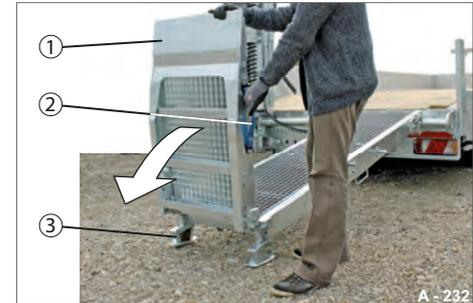

Abb. 96 Oberen Teil aufklappen
- ▶ An der Schlaufe (Abb. 96/2) greifen.
- ▶ Oberen Teil (Abb. 96/1) aufklappen.